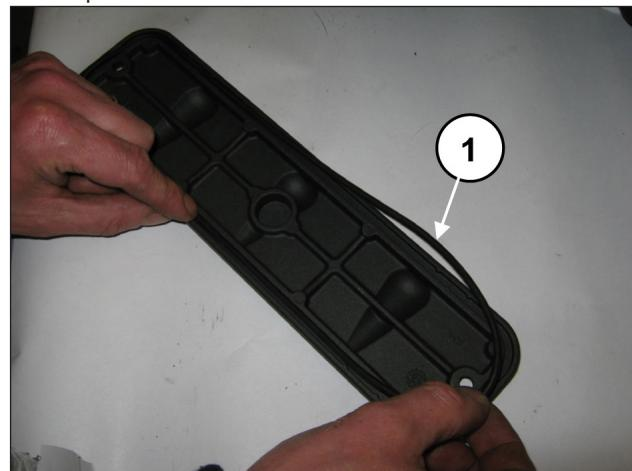
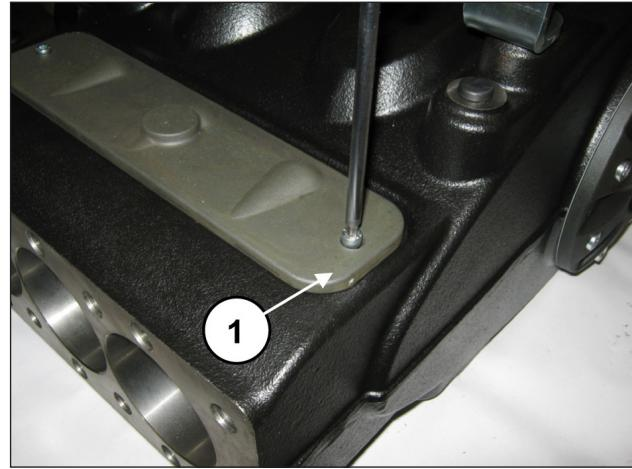

Fig. 93
Fig. 94
Colocar las tapas de inspección con las juntas tóricas (pos. ①, Fig. 93) y apretar con 2 tornillos M6x14 (pos. ①, Fig. 94) y 2 tornillos M6x40.